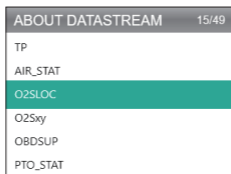

Figura 9.1.3
3. Selezionare SUL FLUSSO DI DATI (Vedi Figura 9.1.3), e premere [OK] per visualizzare la definizione di ogni voce del datastream.